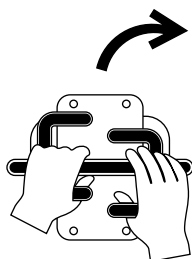

Figura 9
- Pentru a vira spre dreapta, deplasai spre față maneta de traciune stânga (Figura 9).